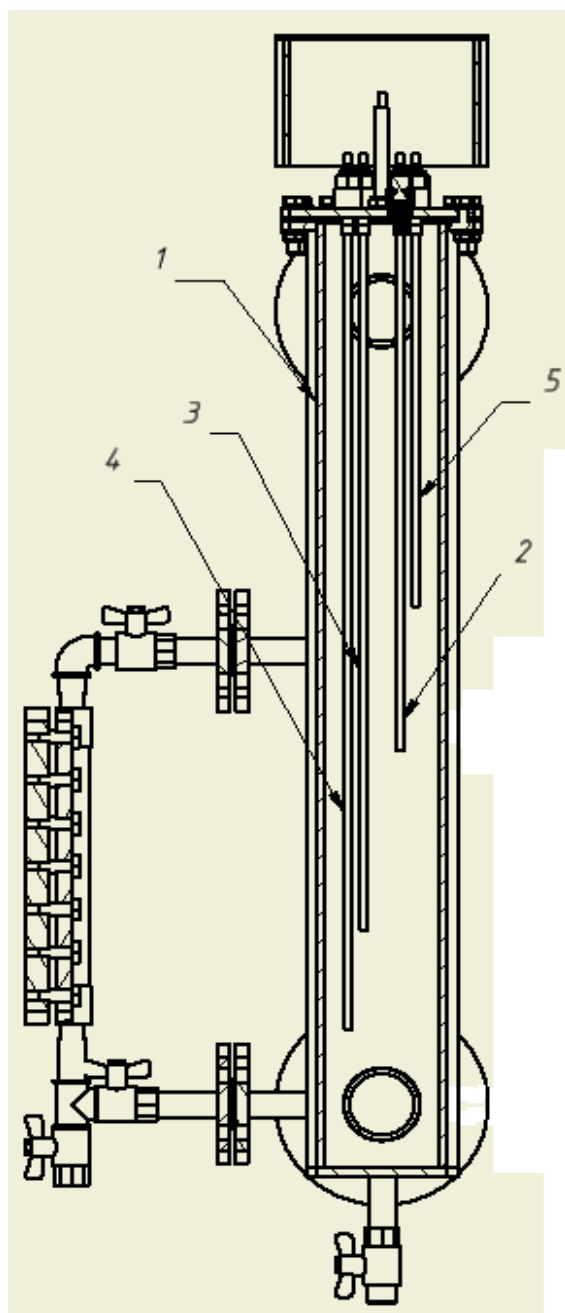

Рисунок 2-Блок контроля уровня.
Для контроля за уровнем воды в котле, при работе в автоматизированном режиме, служит блок контроля уровня (рис. 2), который состоит из корпуса (1) и четырех изолированных электродов (датчиков): верхнего уровня ВУ (2), нижнего уровня НУ (3), нижнего аварийного НА (4) и верхнего аварийного ВА (5) уровней. Автоматика котла поддерживает уровень воды между нижними концами электродов ВУ и НУ. Если уровень воды по каким-то причинам опустится ниже нижнего НА либо поднимется выше верхнего аварийного ВА уровня, то автоматика отключает котел, загорается красная лампа «Авария» и подается звуковой сигнал.